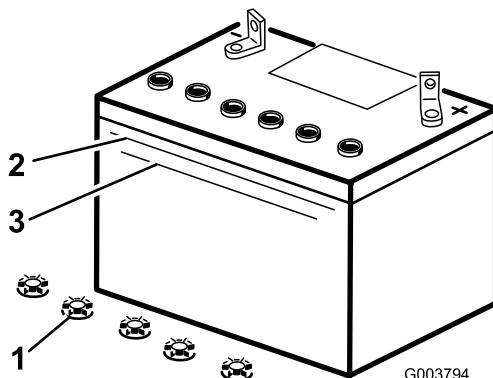

図 36
3. バッテリーを側面から見て液の量を確認する。上の線まであればよい (図 36)。バッテリー液の量が下の線より下がらないように管理する (図 36)。
6. バッテリーの補給キャップを外す（図 36）。
7. 液量が上の線に達するまで（図 36）、各セルに蒸留水をゆっくりと補給する。
8. 各セルに補給した後、5～10分待って液量がバッテリーケースの上の線（図 36）に届かなければ蒸留水を足す。